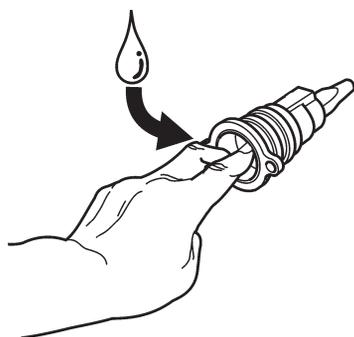
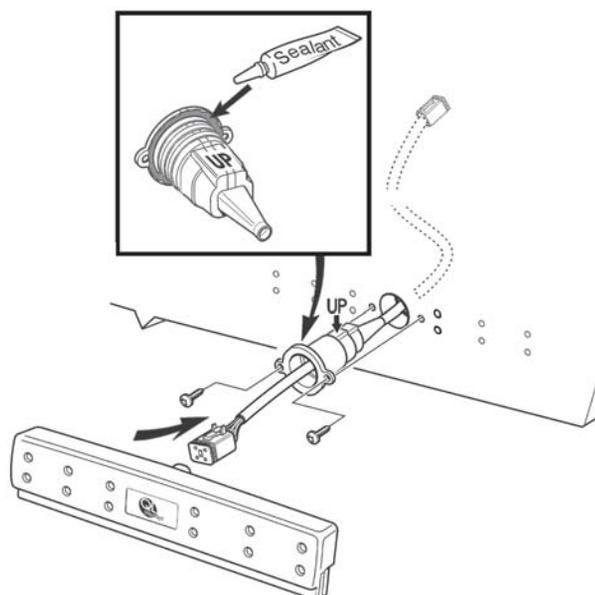
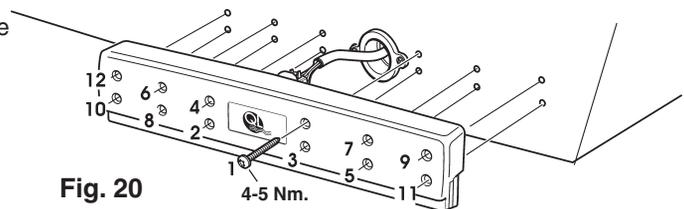
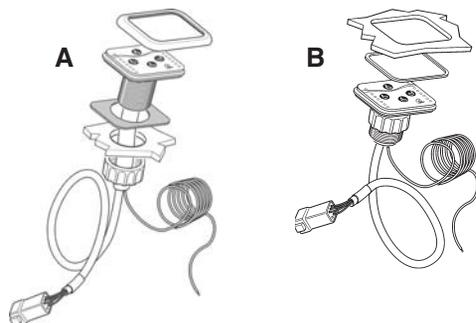

Fig. 16
Fig. 18
Fig. 20
Fig. 22
Spingere il cavo quadripolare (l'estremità con la sola spina, quindi senza la ghiera passacavo) dall'esterno dello specchio di poppa, attraverso il centro del foro; tirare/spingere alternativamente il cavo facendolo passare per tutta la sua lunghezza attraverso lo specchio di poppa e lasciare la ghiera passacavo a circa 50 mm dallo specchio di poppa. **Nota!** Controllare che la ghiera passacavo scorra con facilità sulla guaina del cavo. In caso contrario, passare una soluzione saponosa all'interno della ghiera e provare nuovamente la scorrevolezza del cavo. **Ved. fig. 16.**
del passacavo. A questo punto ricontrollare che il passacavo termini a filo con lo specchio di poppa. Se c'è ancora gioco, rimodellare ulteriormente il bordo, fino a eliminarlo completamente. Girare la ghiera, in modo che la marcatura "UP" sia orientata verso l'alto e ruotare il cavo in modo che la spina quadripolare assuma il corretto posizionamento nella ghiera. **Ved. fig. 18.**
Applicare sigillante marino (vedere le caratteristiche del sigillante) sul bordo della ghiera passacavo (il bordo verso lo specchio di poppa), **ved. fig. 18**, e spingere/tirare la ghiera, posizionandola nel foro. Spingerla contro lo specchio di poppa e regolarla, in modo che i due fori flangiati si adattino ai fori praticati nello specchio di poppa. Posizionare in sede la ghiera (usare le due viti piccole fornite con il materiale) e serrare a fondo. Usare un cacciavite con testa scanalata a croce, serrando manualmente e accertandosi che passacavo termini a filo con la superficie dello specchio di poppa. **Nota!** Non utilizzare utensili pneumatici o elettrici che potrebbero serrare eccessivamente. Asportare i residui di sigillante, prima che indurisca. Spingere il cavo dall'interno, in modo che la spina esca di circa 50 mm dalla ghiera passacavo. **Ved. fig. 20.**
Applicare un sottile strato di soluzione saponata all'interno della ghiera passacavo (applicarla con il dito). Vedere fig. 16. Applicare delicatamente il gruppo di assetto sullo specchio di poppa, in modo che il collare entri nella ghiera. Potrebbe essere necessario tirare contemporaneamente il cavo dall'interno dello specchio di poppa. Controllare che il cavo passi con facilità attraverso la ghiera e che non si attorcigli al suo interno. Ora, controllare che il gruppo di assetto aderisca perfettamente allo specchio di poppa, lungo tutta la sua circonferenza. Se così non è, verificarne la causa e provvedere in modo adeguato. Ricontrollare e, quando va tutto bene, rimuovere il gruppo di assetto dallo specchio di poppa, mantenendo però la spina inserita nella presa del gruppo di assetto.
Applicare un sottile strato di soluzione saponosa all'interno della ghiera passacavo (applicarla con il dito). Ved. fig. 16. Spostare delicatamente il gruppo di assetto contro lo specchio di poppa, in modo che il collare entri nella ghiera. Potrebbe essere necessario tirare contemporaneamente il cavo dall'interno dello specchio di poppa. Controllare che il cavo passi con facilità attraverso la ghiera e che non si attorcigli all'interno della ghiera. Una volta raggiunta la corretta posizione del gruppo di assetto, introdurre le viti nei fori praticati sullo specchio di poppa e serrarle con sequenza alternata. Usare un cacciavite con testa scanalata a croce, serrando manualmente e accertandosi che le estremità dell'unità intercettore terminino a filo con la superficie dello specchio di poppa. **Nota!** Non utilizzare utensili pneumatici o elettrici che potrebbero serrare eccessivamente e danneggiare l'unità intercettore. **Nota!** La coppia da applicare è di 4-5 Nm. Ved. fig. 20. Asportare ogni residuo di sigillante, prima che si solidifichi.
Montare il pannello comandi (B) **ved. fig. 1, 3 e 22** in un punto di facile accesso sul posto di pilotaggio. Il foro deve avere un diametro di 52 mm. **Ved. fig. 3.** Usare la guarnizione, fornita per l'alimentazione (Ved. fig. 20). Per l'allineamento del pannello, pressare in fuori la sezione centrale e impiegare il resto della guarnizione per l'assemblaggio, **ved. (B) fig. 22 B.** Vedere anche la dima dei fori per il pannello di controllo, alla fine di questo manuale.